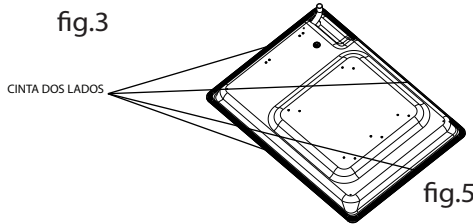

fig.5
4. Para los modelos CMG6043K y CMG6044K en los gabinetes que no son de madera se deberá colocar una cinta de dos lados en el borde inferior externo del artefacto, como se ilustra en la fig.5, con el objetivo de fijarla al mueble, esta no deba sobresalir del borde externo de la cubierta. Nota: Los tornillos, soportes y cinta dos lados se encuentran en el Kit de accesorios de su gasodoméstico.